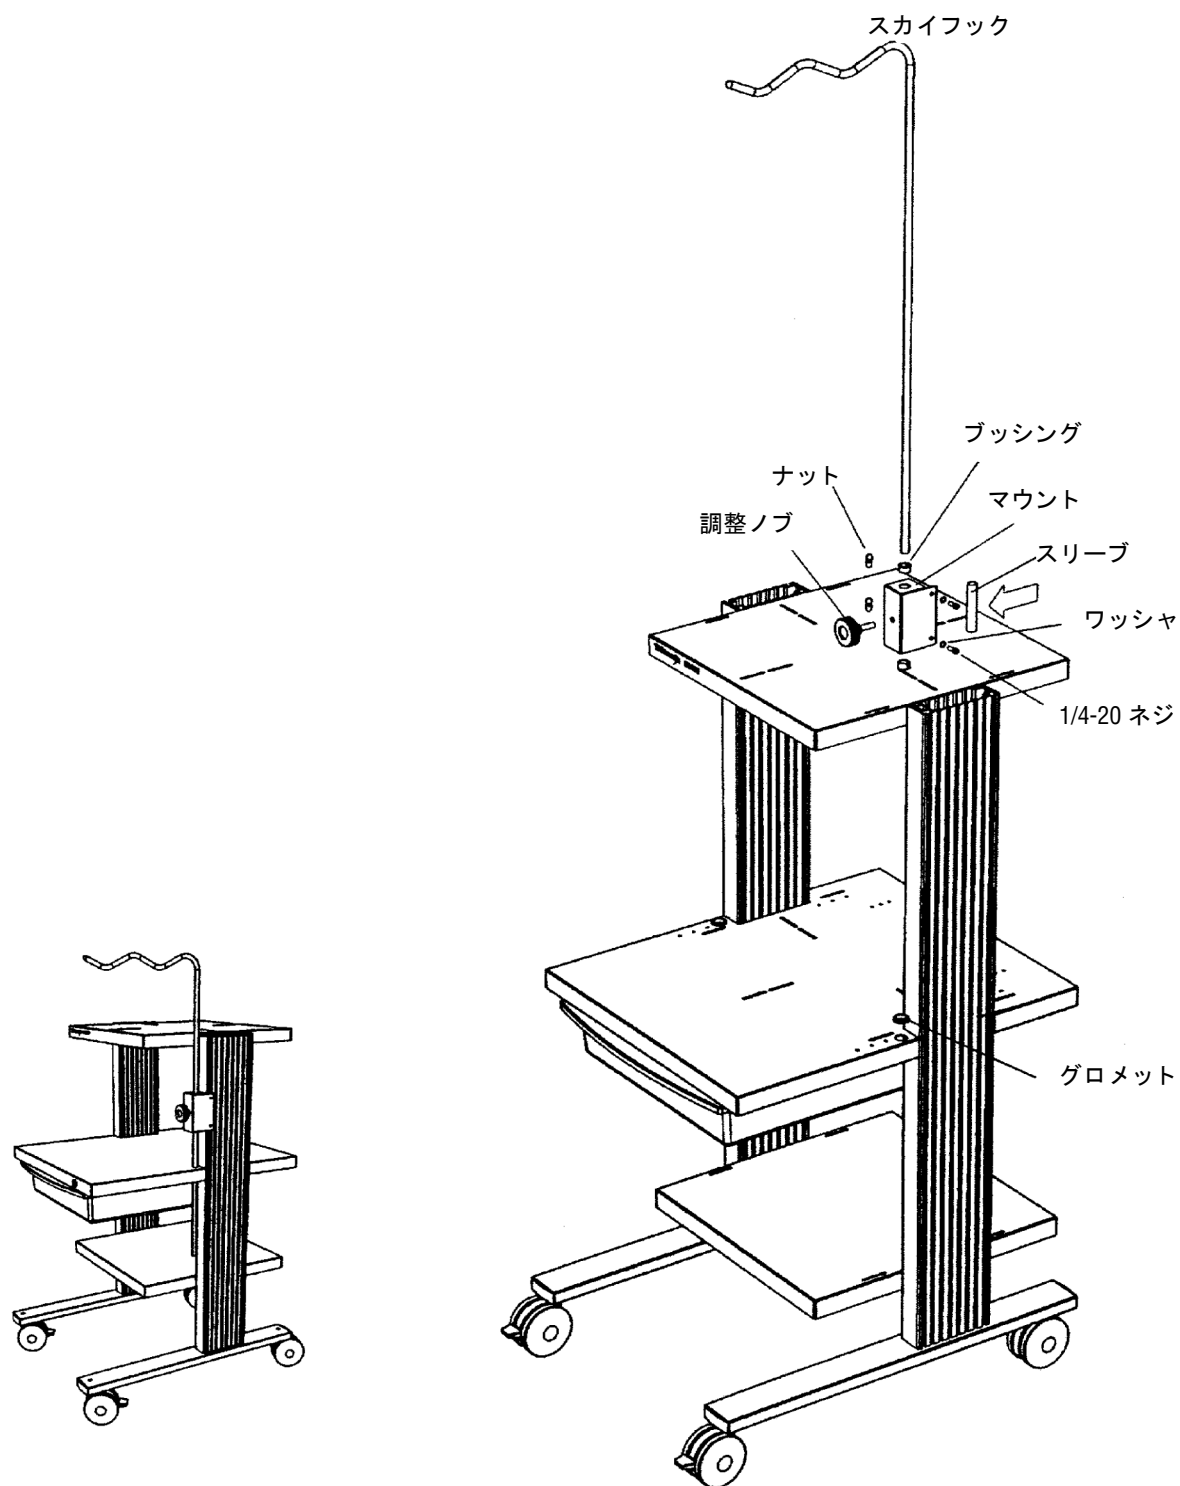

図 14: スカイフックの取り付け
2. 図 14 に示すように、ナット、ロックワッシャ、およびキャップヘッド型ネジをマウントに取り付けます。ネジは固く締めずにゆるめにしておきます。ナットを 1 回転以上締めないでください。
3. 図 14 に示すように、最初にブッシングをマウントのトップとボトムの穴に押し込みます。次に、スリーブをマウントの中に入れ、マウントの上下の隙間で位置調整をします。スカイフックをマウントの上からスライドさせスリーブの中を通します。ここで調整ノブを取り付け、軽く締めてスカイフックが動かないようにします。